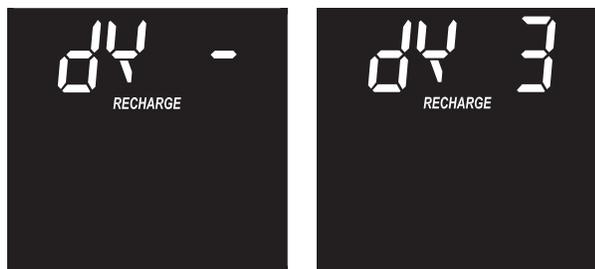

FIG. 26
2. Une fois dans cet écran, appuyez à nouveau sur le bouton SELECT et l'écran de la figure 26 est affiché.